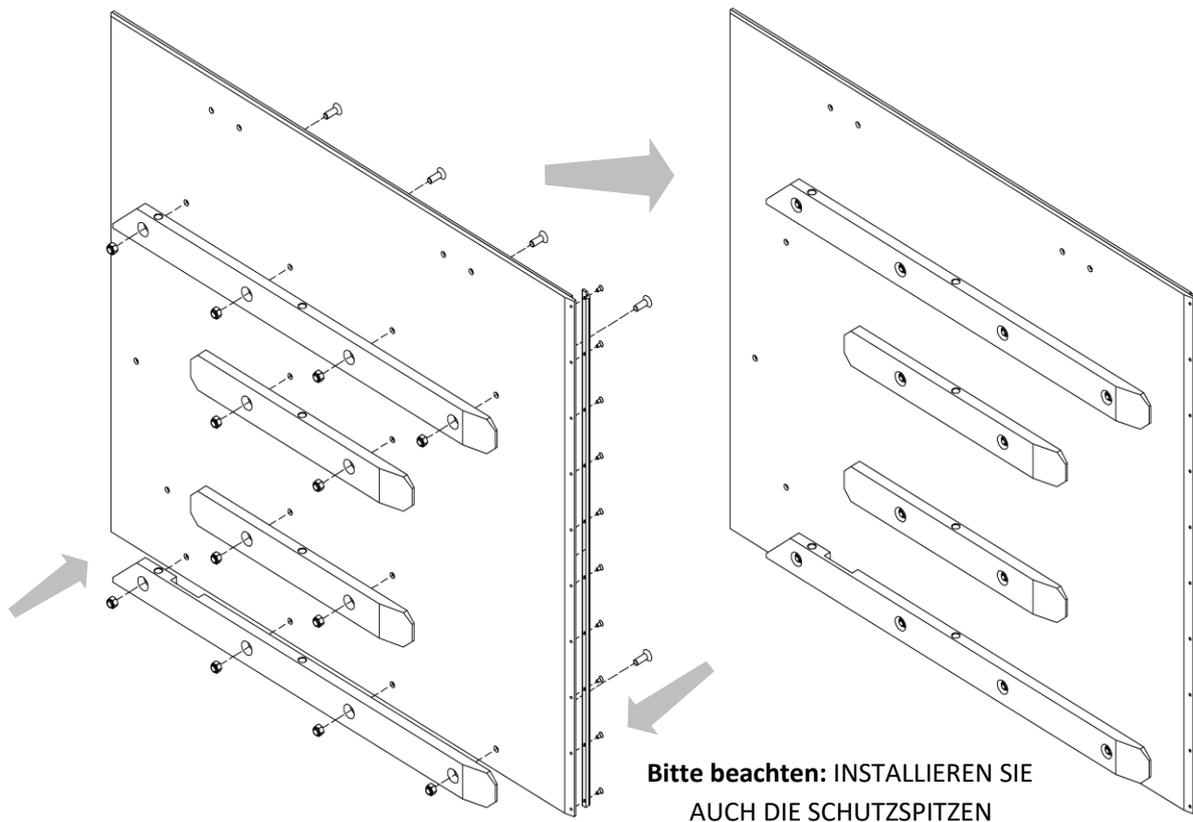

Abbildung 17
2. Schrauben Sie die Befestigungsplatten mit den Schrauben und Muttern auf die Klappen (siehe *Abbildung 17*) und prüfen Sie nach, ob möglicherweise zwischen den Platten und der Klappe Abstandhalter gesetzt werden müssen.